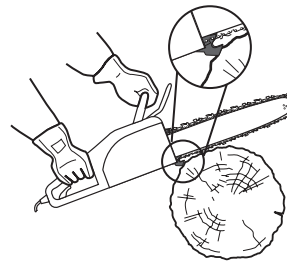

Fig. 20
- > Attendez que la chaîne [3] tourne à plein régime avant de commencer à couper. Avant de commencer la coupe, posez la tronçonneuse sur le bois en l'appuyant sur la griffe d'abattage [22], puis servez-vous de la griffe d'abattage comme point de levier au cours de la coupe (Fig. 20).